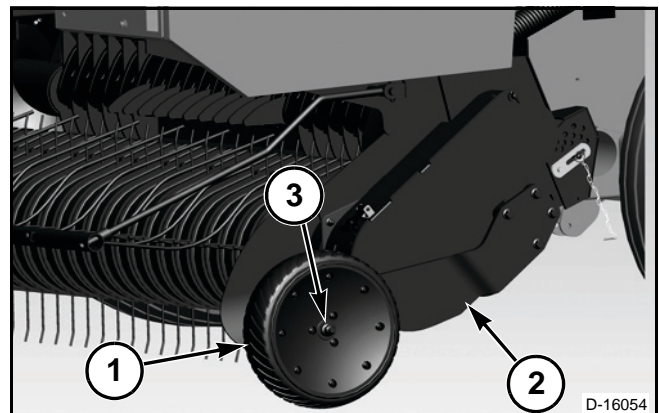

FIG. 10
FIG. 10: Quite las dos ruedas calibradoras (1) de la posición de transporte dentro de los brazos de montaje de la rueda calibradora (2). Guarde todos los accesorios (3).